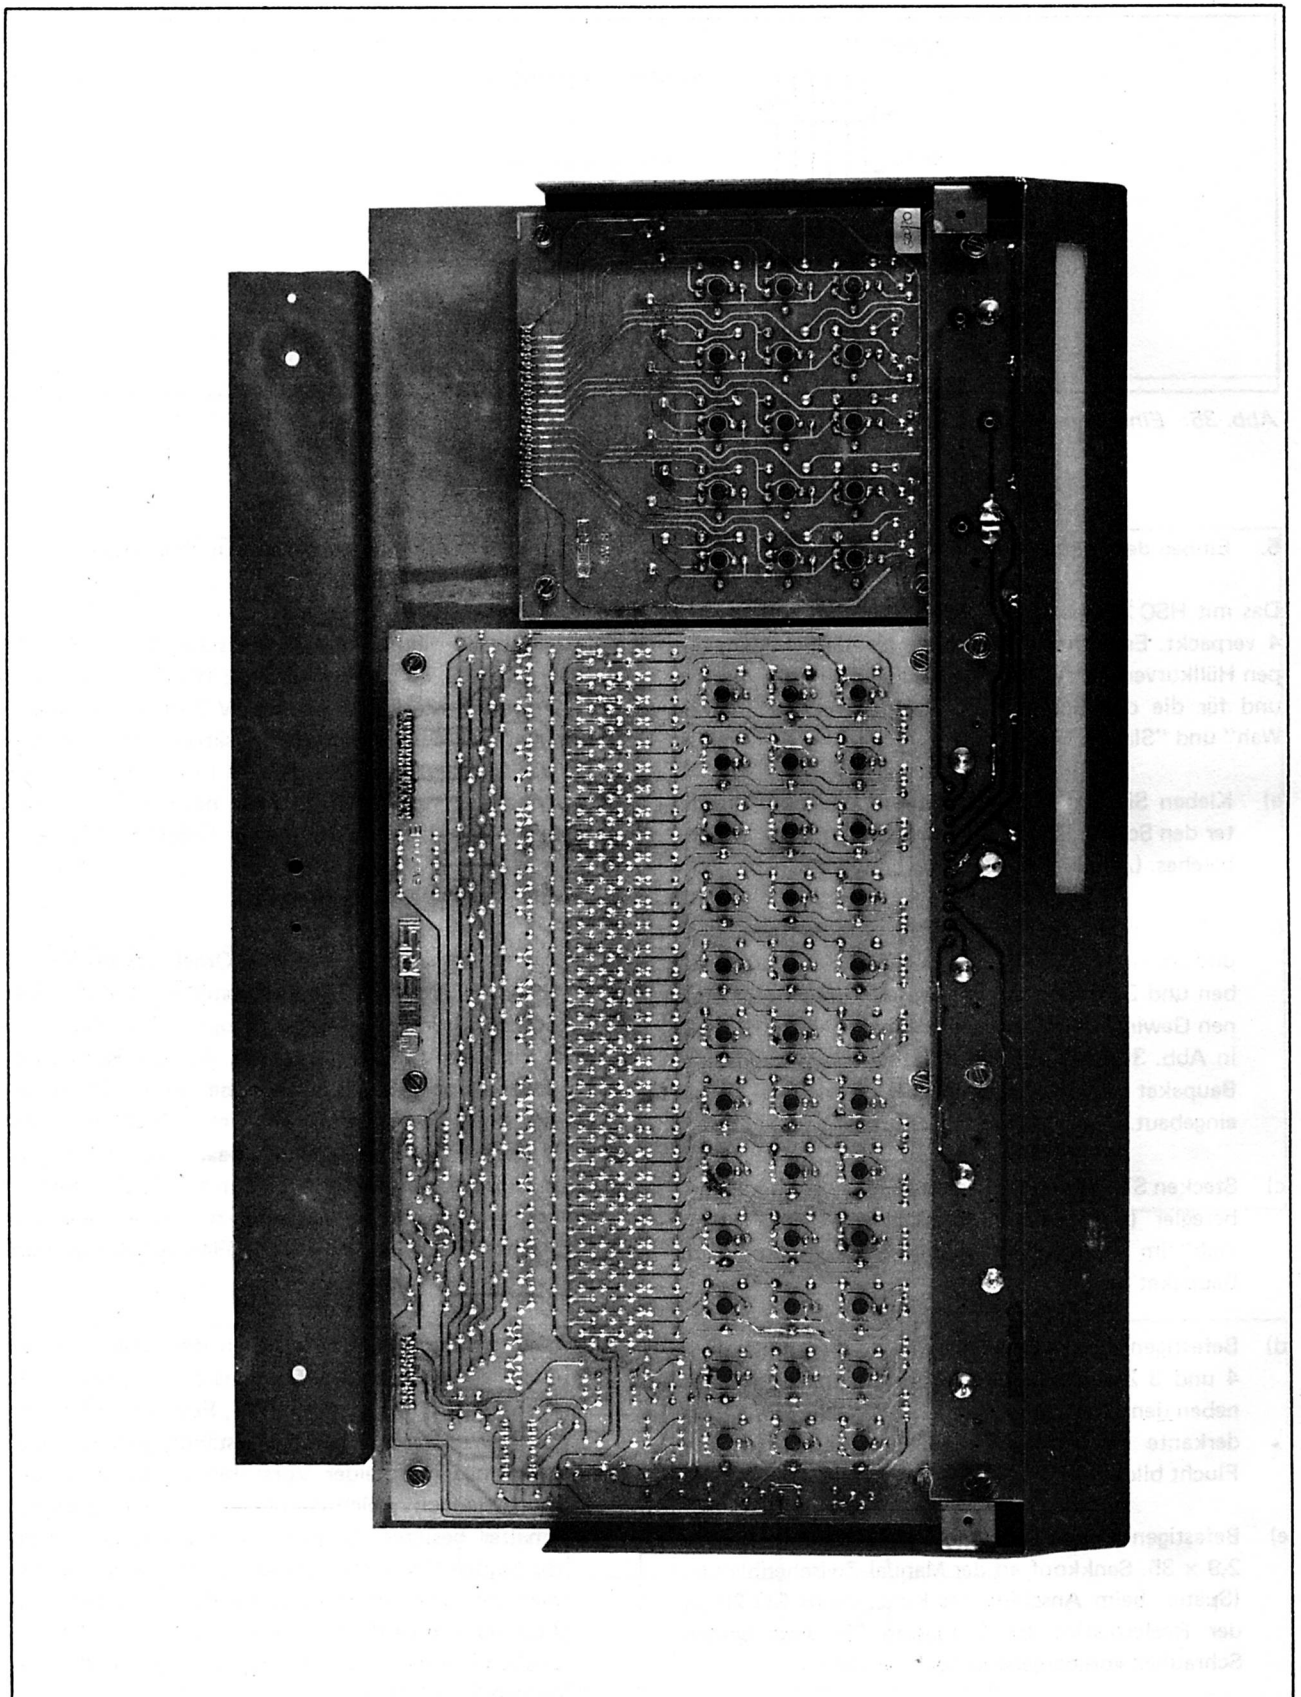

Abb. 36: Ansicht des fertig aufgebauten Seitenbleches HSC 219
- Befestigen Sie die fertig aufgebauten Platinen RP 2 und SW 8 nach Abb. 36 mit je 4 Zylinderkopfschrauben und Zahnscheiben M 3 an den dafür vorgesehenen Gewindebolzen des Seitenbleches HSC 219. (Die in Abb. 36 noch sichtbare Platine SW 7 gehört zum Baupaket 13 – Soundcomputer und wird erst später eingebaut).